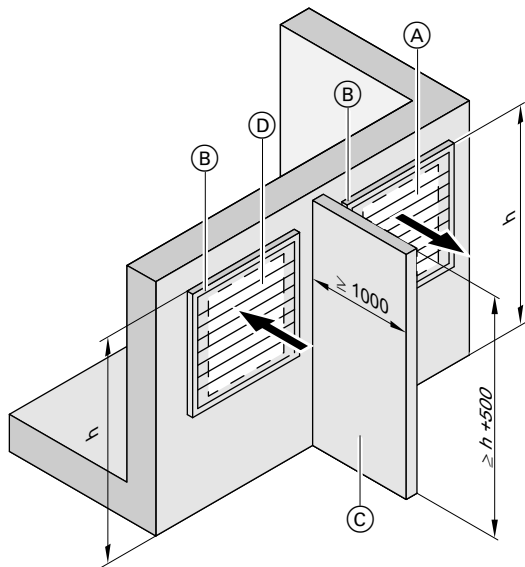

Abb. 7
- Q Trennwand (falls erforderlich): Siehe folgende Tabelle und Abb. 7 und 8.
- (A) Außenputz
- (B) Wand
- (D) Wanddurchführung (aus EPP, kann von außen mit einer Säge auf das passende Maß gekürzt werden. Putzstärke beachten!)
- (E) Kompressionsdichtband und Acryl-Dichtnaht (umlaufend)
- (F) PU-Schaum (umlaufend)
- (G) Geräteanschluss-Stutzen Luftkanal Ansaugseite (aus EPP)
- (H) Innenputz/Wandbelag
- (M) Wärmepumpe
- (N) Geräteanschluss-Stutzen Luftkanal Ausblasseite (aus EPP)
- (P) Bogen Luftkanal 90°
- (Q) Trennwand (falls erforderlich): Siehe folgende Tabelle und Abb. 7 und 8.